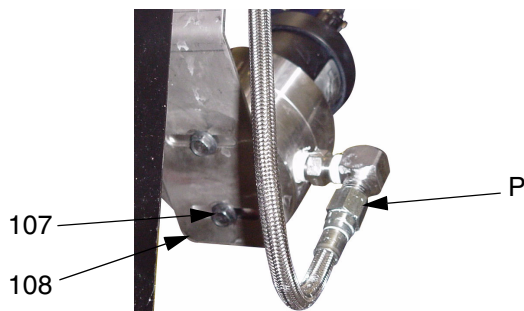
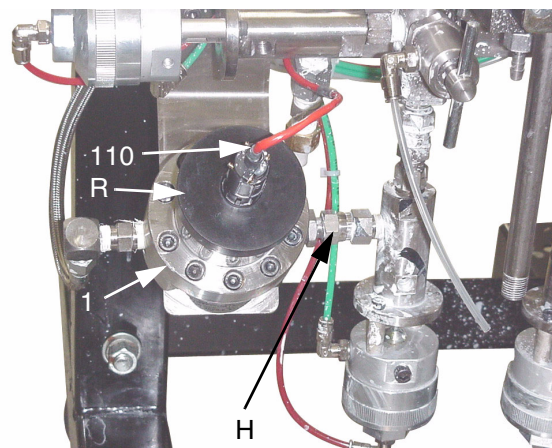

FIG. 26
FIG. 27
4. Desenrosque el conector del cable (110) del medidor (1). FIG. 27.
-  La protección del medidor (R) no está sujeta y podría caerse cuando desmonta el medidor (1). FIG. 27.
5. Desenrosque los tornillos M6 (107) de la parte inferior de la placa de montaje del medidor (108) con una llave de tubo. FIG. 26.
6. Desenrosque la línea de fluido de la entrada del medidor (P).
7. Desenrosque el medidor (1) del conector de la válvula dispensadora (H). FIG. 27.